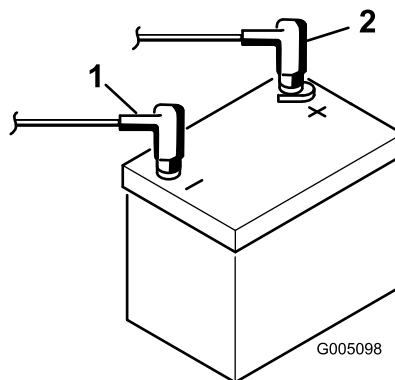

图7
9. 使用螺栓和螺母将正极红色接线连接到正极 + 电池端子负极黑色接线连接到负极 - 电池端子图7。将橡皮套滑动到正极电池端子上防止可能发生的短路情况。